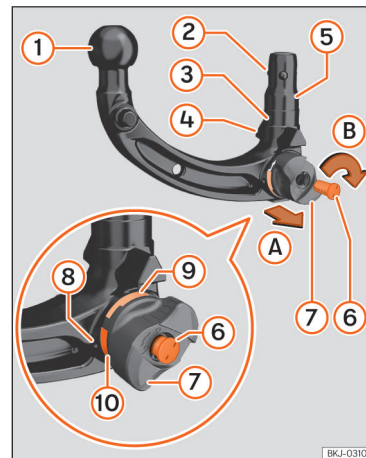

Abb. 153 Übersicht: Abnehmbare Anhängervorrichtung.
1. Vor der ersten Benutzung der abnehmbaren Anhängervorrichtung ist die Nummer zu vermerken, die auf dem Schlüssel »» (Abb. 153) ⑥ eingraviert ist, für den Fall, dass die Anfertigung eines Duplikats erforderlich sein sollte.
4. Sicherstellen, dass die Aufnahme, das Handrad »» (Abb. 153) ⑧, der Schaft ⑤ und die Verriegelungskugeln ② der An-
- Die rote Markierung »» (Abb. 153) ⑩ des Handrads zeigt auf die grüne Markierung ⑨ der Anhängervorrichtung.
- Das Handrad ⑧ ist deutlich von der Anhängervorrichtung getrennt, mindestens 4 mm (0,2 Zoll).
- Alle Verriegelungskugeln ② können vollständig in den Schaft ⑤ eingerastet werden.
- Der Schlüssel ⑥ befindet sich im Schloss, der Pfeil auf dem Schlüssel zeigt auf das Symbol *Schloss geöffnet* am Handrad ⑧ und der Schlüssel kann nicht herausgezogen werden.
1. Die Schlossabdeckung »» (Abb. 153) ⑦ öffnen und den Schlüssel in das Schloss stecken.
2. Den Schlüssel ⑥ entgegen dem Uhrzeigersinn drehen, bis der Pfeil auf dem Schlüssel auf das Symbol *Schloss geöffnet* am Handrad ⑧ zeigt.
3. Die Anhängervorrichtung mit einer Hand festhalten. Mit der anderen Hand das Handrad ⑧ in Pfeilrichtung ① abziehen.
4. Das abgezogene Handrad ⑧ bis zum Anschlag in Pfeilrichtung ① drehen.
Nach dem Vorspannen der Anhängervorrichtung darf das Handrad »» (Abb. 153) ⑧ nicht wieder betätigt werden. Beim Verriegeln der Anhängervorrichtung dreht sich das Handrad in seine Ausgangsposition und kann Verletzungen verursachen »» ⚠.
- Die grüne Markierung am Handrad ⑨ nach oben zeigt.
- Die Anhängervorrichtung mit Schlüssel geschlossen ist und der Schlüssel ⑥ abgezogen werden kann.
- Kein Spalt zwischen Handrad ⑧ und Anhängervorrichtung vorhanden ist.
3. Den Schlüssel ⑥ im Uhrzeigersinn drehen, um die Anhängervorrichtung zu schließen.
4. Die Schlossabdeckung ⑦ anbringen.
- Die grüne Markierung am Handrad >>> (Abb. 153) ⑨ zeigt nach oben.
- Das Handrad ⑧ liegt an der Anhängervorrichtung an und diese kann geschlossen werden.
- Die Anhängervorrichtung ist geschlossen und der Schlüssel ⑥ ist abgezogen.
- Es kann nicht mehr seitlich am Handrad ⑧ gezogen werden.
- Die Anhängervorrichtung niemals verwenden, wenn der Durchmesser des Kugelkopfs >>> (Abb. 153) ① an einer beliebigen Stelle geringer als 49 mm (1,9 Zoll) ist.